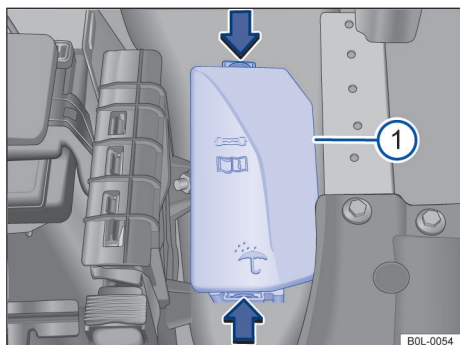

Рисунок 123. В моторном отсеке: Накладка ⓘ блока предохранителей.
- Нажмите кнопку разблокировки в направлении стрелки, чтобы освободить крышку блока предохранителей → Рисунок 123 ⓘ.